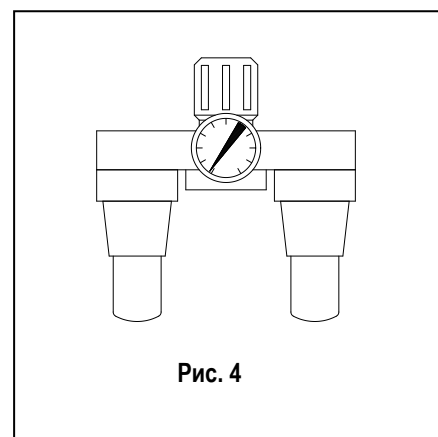

Рис. 4
- 3.2 Ручка домкрата может находиться в 4 позициях: Поз. 1 – при транспортировке, Поз. 2 – в неработающем состоянии, Поз. 3 – при перемещении, поз. 4 – в работе. Изменение положения ручки осуществляется при помощи спускового механизма (1, рис. 4). Ручка предназначена для установки домкрата или его перемещения, чрезмерное давление на ручку запрещено.
- 3.6 Перед соединением воздушного шланга (3), убедитесь, что рычаг управления находится в положении OFF (рис. 4). Диаметр шланга должен соответствовать диаметру переходника (3). При использовании неоправданно длинных шлангов, воздушное давление увеличивается.
- 3.10 **Подъем груза.** Установите домкрат под точки подъема груза, соблюдая описанные инструкции по технике безопасности, установите рычаг управления (2, Рис. 4) в поз. UP, и удерживайте до тех пор, пока груз не поднимется на нужную высоту. Поместите под поднятый груз дополнительные металлические опоры.
1.2 Перед выполнением операций по обслуживанию, отсоедините воздушный шланг от переходника (3, рис. 4), расположенного на ручке домкрата.